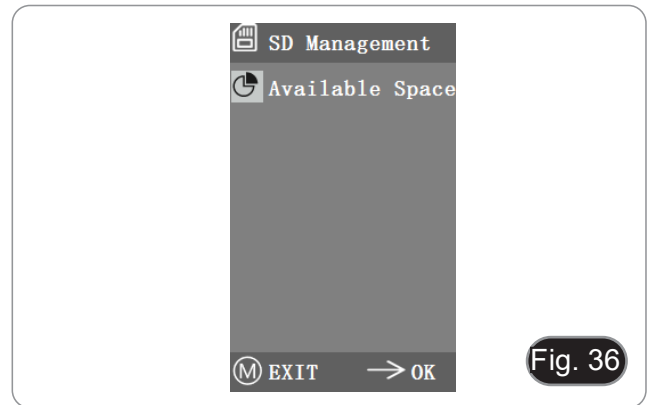

Fig. 36
- DC (DC): per una sorgente luminosa DC (DC), non c'è fluttuazione di luce, quindi non c'è bisogno di compensare la sorgente luminosa lampeggiante.
1. Dopo aver inserito la scheda SD, lo spazio rimanente e lo spazio totale della scheda SD possono essere visti in "Available Space". (Fig. 36)